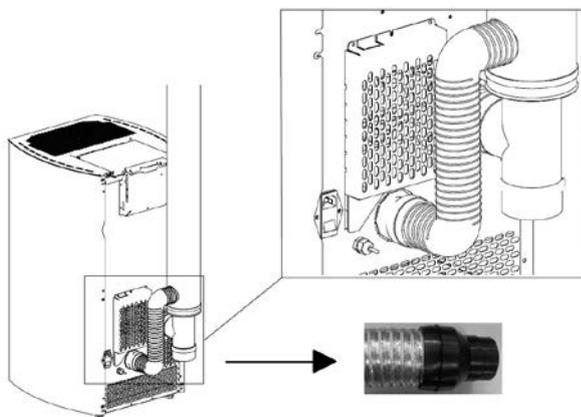
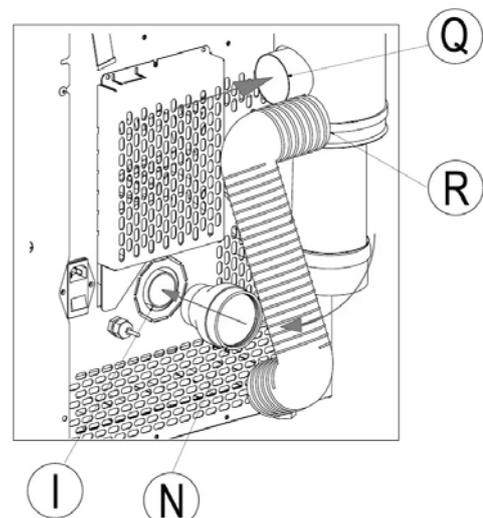

Fig. 12 - Tuyau flexible
Fig. 13 - Branchements
- En ce qui concerne les BRANCHEMENTS des tuyaux et conduits, voir Fig. 12.
LÉGENDE	Fig. 12 - Fig. 13